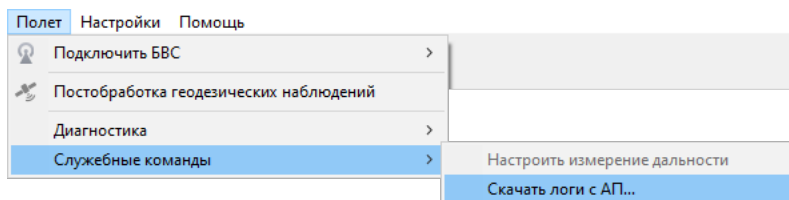

Рис. 119: Скачивание логов АП
2. После чего в программе Geoscan Planner выберите пункт главного меню **Полет > Служебные команды > Скачать логи с АП..** (рис. 119).